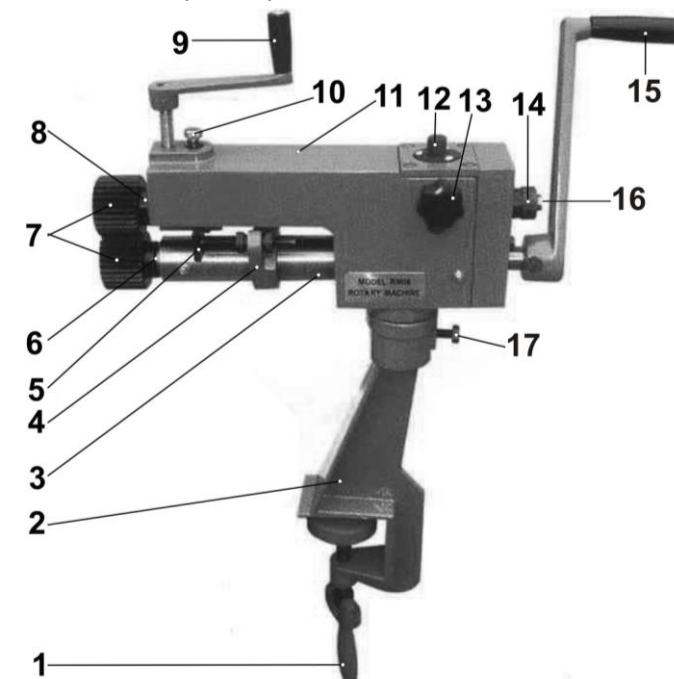

Рис. 3
6. УСТРОЙСТВО (Рис. 3)
- 7.2. Зафиксируйте стопорный болт (17) (Рис. 3).
- 7.3. Установите рукоятку приводную (15) на хвостовик ведущего вала станка (6) и зафиксируйте ее винтом на рукоятке (15) (Рис. 3).
- 7.4. Установить рукоятку регулировочную (9) на станок (Рис. 3).
8.2. Регулировка положения верхнего ролика (Рис. 3).
8.3. Регулировка горизонтального положения верхнего ролика (Рис. 3).
8.4. Регулировка стопоров ширины кромки (Рис. 3).
- 9.1. Установите станок на устойчивое основание (стол или верстак), прикрутив его зажимной ручкой (1). Ослабив стопорный болт (17), поверните станок на угол, необходимый для проведения технологической операции вокруг горизонтальной оси. Зафиксируйте это положение стопорным болтом (17) (Рис. 3).
- 10.2. Смажьте ведущий вал (6) через масленки, установленные на кожухе (3), жидким маслом (Рис. 3).